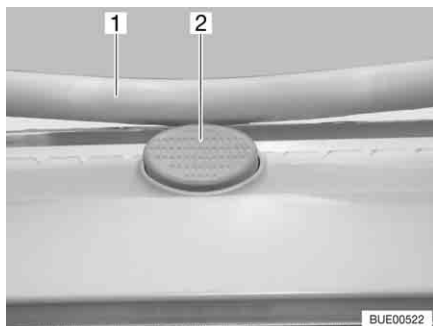

Fig. 63 Botón de seguridad en la claraboya Heki
- Pulsar el botón de seguridad (Fig. 63,2) y tirar el estribo (Fig. 63,1) hacia abajo con ambas manos.
- Presionar el estribo hacia arriba con ambas manos hasta que el estribo se encuentre encima del botón de seguridad (Fig. 63,2).